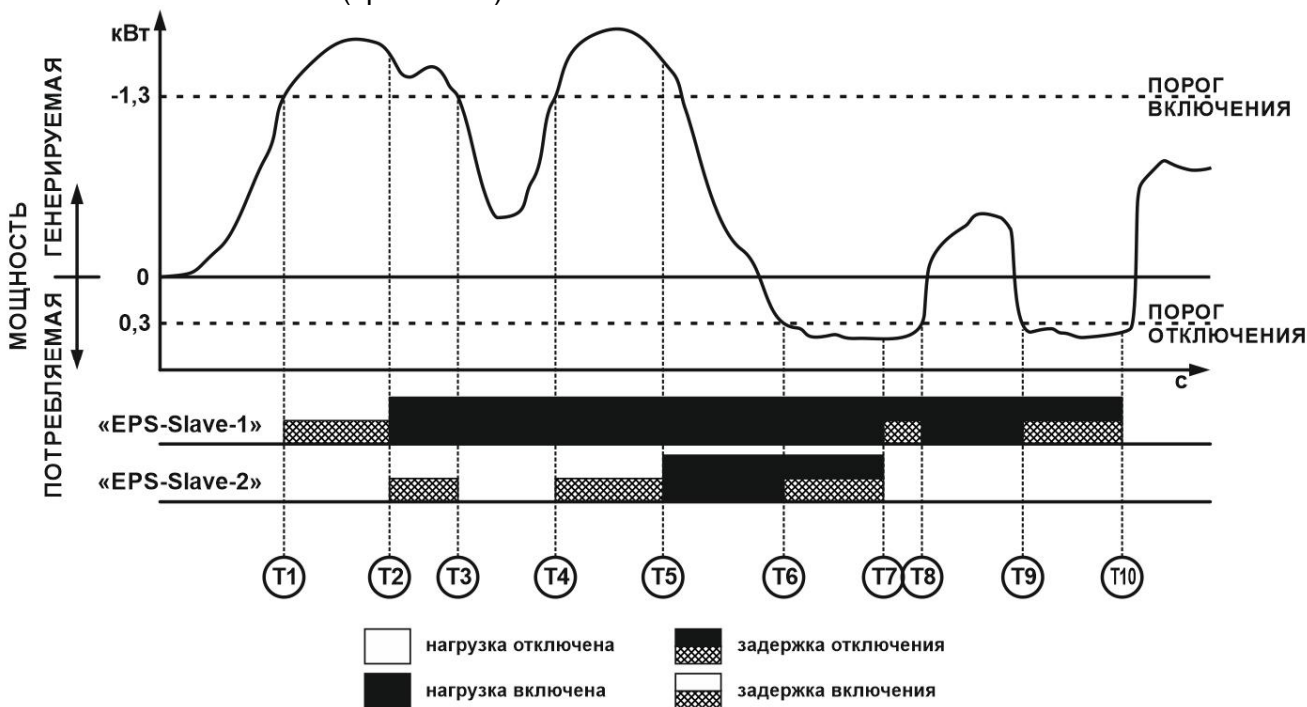

Рисунок 14 – Работа в режиме реле перетока
- начинается отсчет времени 60 с (параметр: «Задержка включения», время T1 – рисунок 14);